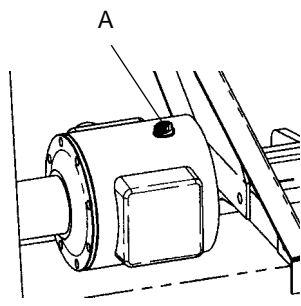

Fig. 3
2. La boîte de renvoi d'angle soit remplie jusqu'au niveau-Jauge A (fig. 3). Capacité: 1,5 l (R400B-M, R400S-M) ou 3,5 l (R400B-S, R400S-S).
Utiliser de l'huile SAE 90 -Voir fig. 3.